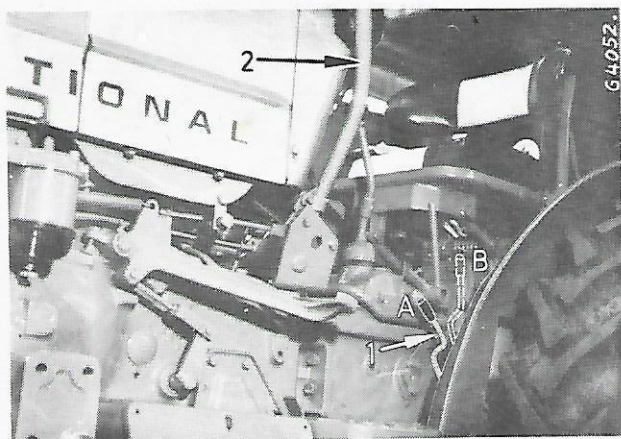

Fig. 24
L'arbre de prise de force est entraîné par un embrayage spécial à commande manuelle (2, fig. 24), complètement indépendant de l'embrayage du moteur.
Placez le levier d'embrayage (2, fig. 24) en position arrière et engagez l'arbre de prise de force en plaçant le levier de commande (1) en position B. Libérez lentement le levier d'embrayage, le moteur tournant à 1000 tr/mn environ, pour
Si la prise de force n'est pas utilisée, il faut la débrayer en manoeuvrant son levier de commande (1, fig. 24).
- Enfoncez la pédale d'embrayage. Enclenchez l'arbre de prise de force à l'aide du levier de prise de force (position B, fig. 24) et relâchez lentement la pédale d'embrayage.